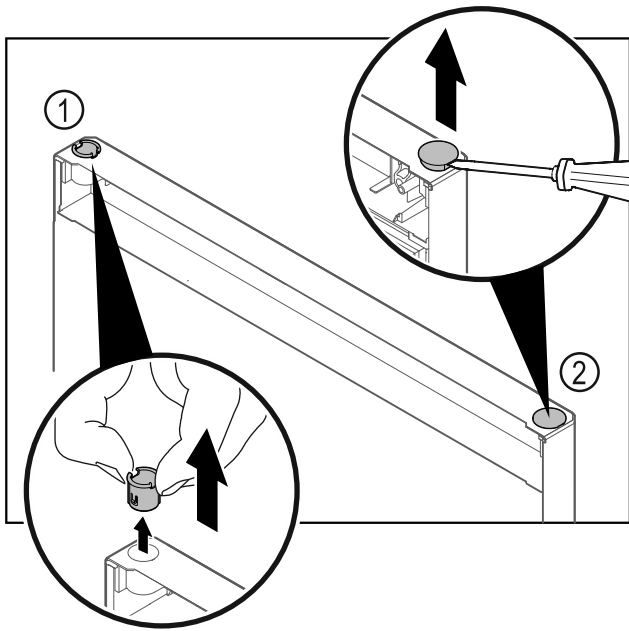

Fig. 28
- ▶ Витягніть шарнірну втулку Fig. 28 (1) пальцями.
- ▶ За допомогою шліцевої викрутки обережно підніміть заглушку Fig. 28 (2) та витягніть її.